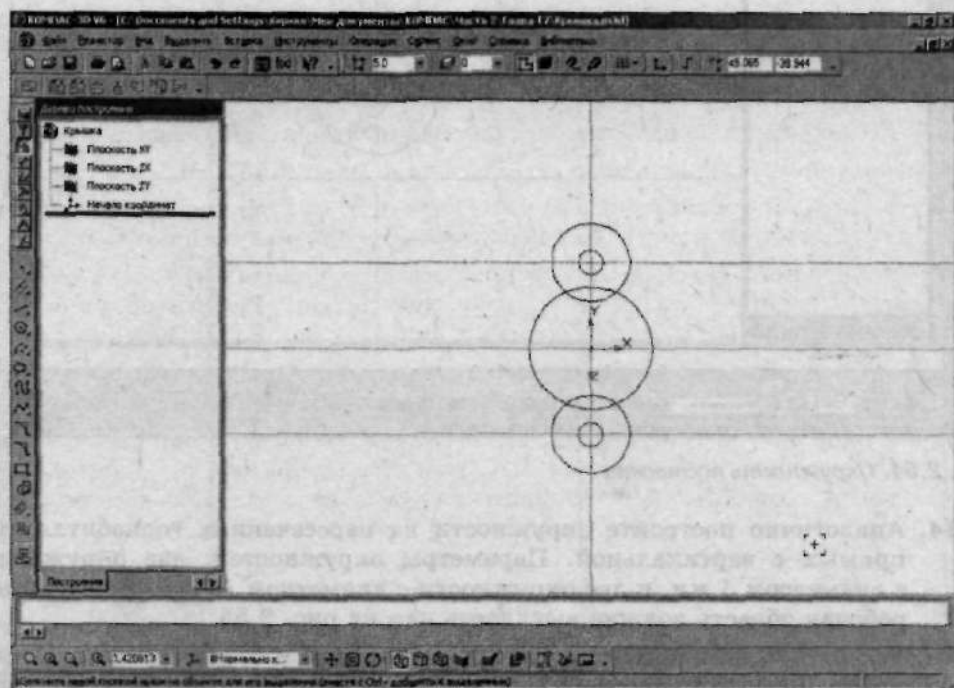

Рис. 2.56. Для построения сопряжений используйте инструмент **Отрезок, касательный к 2 кривым**
15. Теперь, когда окружности созданы, перейдем к созданию сопряжений между ними. Для построения сопряжений используйте инструмент  (**Отрезок, касательный к двум кривым**), рис. 2.56.